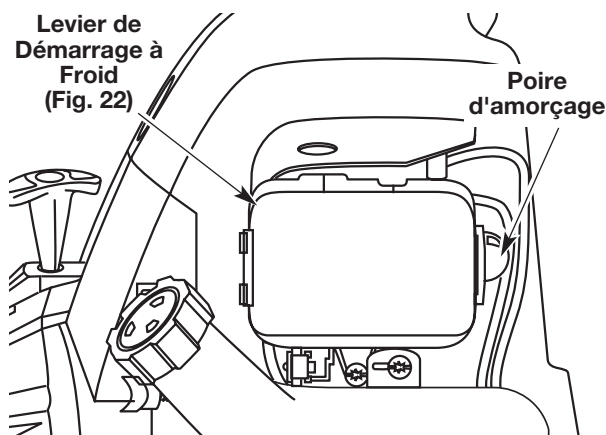

Fig. 20
3. Pressez et relâchez la poire d'amorçage à 10 reprises, lentement. Une certaine quantité de **carburant devrait être visible dans la poire d'amorçage** et les conduites de carburant (Fig. 20). Si vous n'apercevez pas de carburant dans la poire, pressez et relâchez la poire autant de fois que nécessaire jusqu'à ce que vous aperceviez du carburant dans cette dernière.